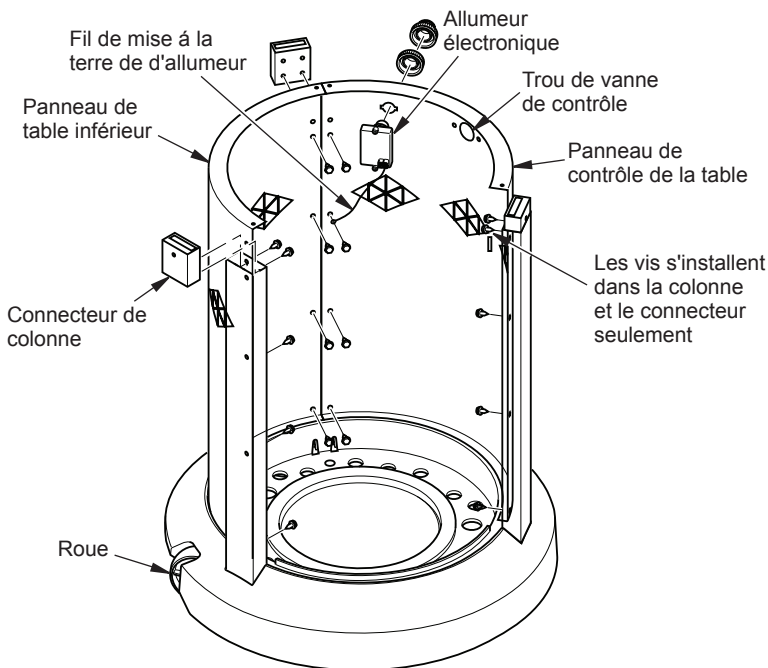

Figure 4 - Raccordement des panneaux de côté et de l'allumeur
- Placez le panneau inférieur de la table et le panneau de contrôle de la table sur l'assemblage du socle comme illustré à la figure 4. Assurez-vous que le panneau de table inférieur est sur le côté du socle avec des roues. Fixez les panneaux aux colonnes de support en insérant 12 vis (C) uniquement dans les 3 séries de trous inférieurs (voir figure 4). Fixez le fil de mise à la terre de l'allumeur avec 1 vis, comme illustré à la figure 4 (pour l'allumeur installé à l'étape 4).
- Les jeux de vis du haut (C) passeront à travers les panneaux, les colonnes et dans les connecteurs des colonnes comme illustré à la figure 4 (vis 6). Assurez-vous que les connecteurs de colonne sont orientés comme illustré à la figure 4. Le côté des connecteurs ayant un trou devrait faire face à l'extérieur de l'appareil de chauffage et le trou devrait être vers le haut. Pour les connecteurs près de l'ouverture du devant, la deuxième vis traverse seulement les panneaux et les connecteurs de pieds. La deuxième vis fixera le connecteur (voir figure 4).
- Installez l'allumeur électronique à travers le panneau de contrôle comme illustré à la figure 4. Appuyez pour le mettre en place. Vissez dessus l'anneau de retenue et le capuchon de l'allumeur à partir du panneau extérieur.